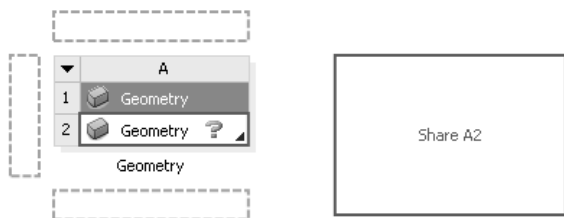
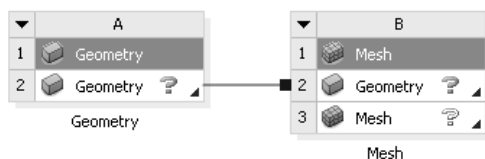

图 1.4.7 放置项目列表
图 1.4.8 创建“Mesh”项目列表
步骤 02 新建“Mesh”项目列表。在 ANSYS Workbench 界面中单击 **Toolbox** 工具箱中 **Component Systems** 区域的 **Mesh** 选项，将其拖曳到项目视图区，此时在项目视图区中的“Geometry”项目列表周围出现四个绿色矩形虚线框，将光标移动到“Geometry”项目列表中的 **Geometry** 上，此时右侧虚线框变成红色实线框（图 1.4.7），松开鼠标左键，在“Geometry”项目列表右侧创建一个“Mesh”项目列表，如图 1.4.8 所示。
- ◆ 如图 1.4.8 所示的项目列表，在“Geometry”项目列表和“Mesh”项目列表中的 **Geometry** 之间的蓝色连线表示这两个项目间共享“Geometry”，即共享几何体。
- ◆ ANSYS Workbench 中的每一个数据都有一个特定的标记，而且在 ANSYS Workbench 很多界面中都会看到。每一个项目列表最上方中间位置用大写字母标记，从 A 开始，之后创建的项目列表以此类推；每个项目列表中的数据用阿拉伯数字标记，从 1 开始，这样就很容易区分项目中的数据，以图 1.4.8 所示的项目列表为例：如“A2”表示的是“Geometry”项目列表中的 **Geometry** 数据，“B3”表示的是“Mesh”项目列表中的 **Mesh** 数据，图 1.4.7 中右侧红色实线框中出现“Share A2”表示共享“A2”数据，即共享 **Geometry** 数据，以此类推。